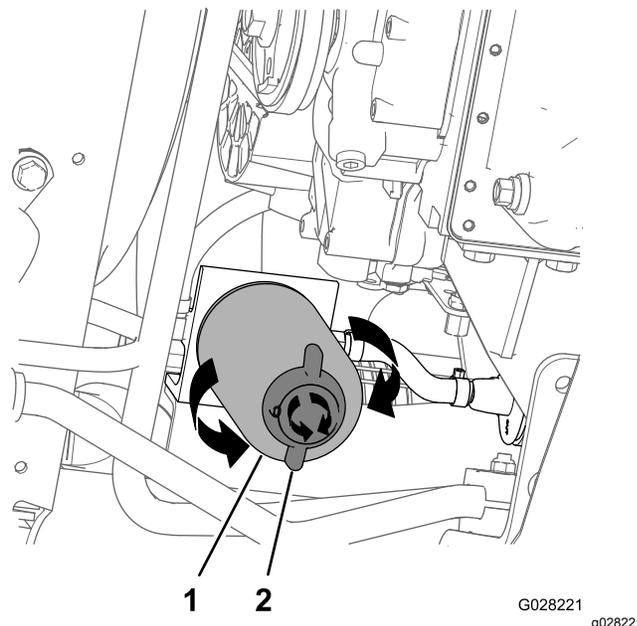

Figura 76
4. Alinhe um recipiente de escoamento debaixo do filtro do combustível; consulte Figura 76 na Substituição do filtro separador de água \(página 62\).
2. Coloque um recipiente de escoamento por baixo do filtro separador de água (Figura 76).
3. Rode a válvula de drenagem na parte inferior do recipiente do filtro separador de água no sentido contrário ao dos ponteiros do relógio (Figura 76).
4. Limpe a área em torno do recipiente do filtro separador de água e da montagem do adaptador do filtro (Figura 76).
5. Retire o filtro separador de água (Figura 76).
9. Certifique-se de que a válvula de drenagem na parte inferior do filtro separador de água é rodada no sentido dos ponteiros do relógio com firmeza (Figura 76).